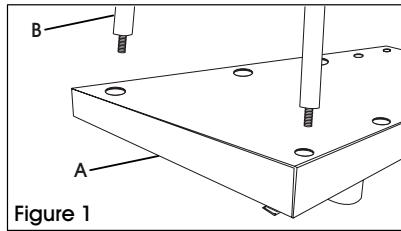

Figure 1
1. Insert carton dividers (B) into holes along edge of platform (A). (See Figure 1)
- Insérez les séparateurs de cartons (B) dans les trous au bord de la plateforme (A). (Voir Figure 1)